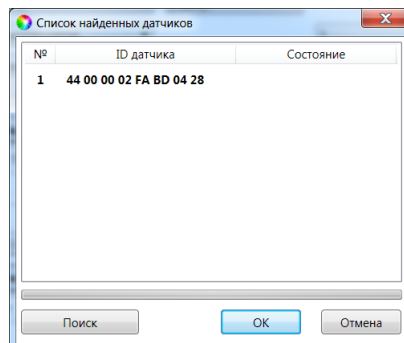

Рис. 6.15. Окно Список найденных датчиков
2. В открывшемся окне *Список найденных датчиков* **выделите** строку необходимого термодатчика, щелкнув по ней левой кнопкой мыши, и нажмите кнопку ОК (рис. 6.15).